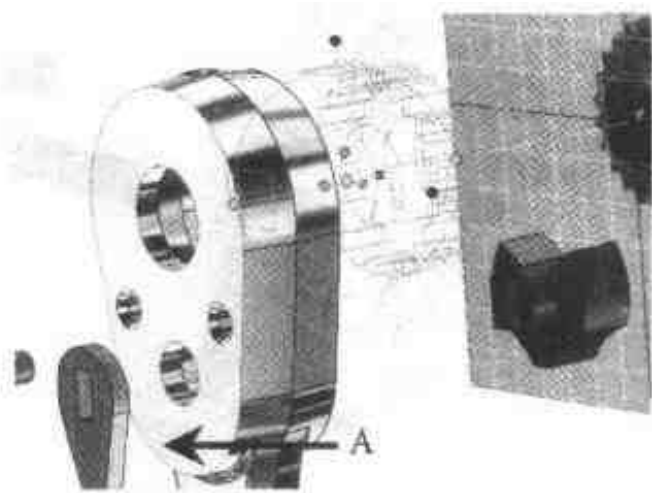

图 5.28 选择棘轮轨迹末点
- (8) 注意到动画栅格平面所在位置恰好是棘轮装配时与主体外表面相接触的表面，所以利用三维球将它移到装配位置，如图 5.28 所示的表面(A)就是末点表面。